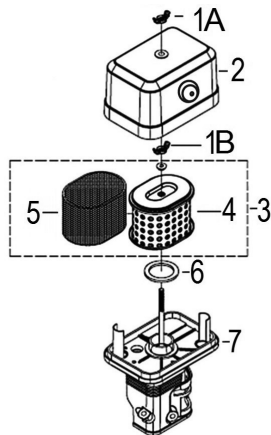

Рис. 21 Обслуживание воздушного фильтра
1. Открутите барашковую гайку 1А и снимите крышку 2 воздушного фильтра (Рис. 21).
2. Открутите барашковую гайку 1В и извлеките из корпуса воздушный фильтр 3 в сборе (Рис. 21).
3. Проверьте целостность и чистоту фильтрующих элементов. Поролоновый (предварительный) фильтрующий элемент 5 установлен на корпусе бумажного фильтрующего элемента 4 (Рис. 21).
4. При незначительном загрязнении промойте поролоновый фильтрующий элемент 5 (Рис. 21) теплым мыльным раствором и просушите. Поврежденный или сильно загрязненный поролоновый фильтрующий элемент замените.
5. Произведите очистку корпуса 7 и крышки 2 воздушного фильтра, не допуская попадания пыли и грязи в воздуховод, ведущий к карбюратору (Рис. 21).
7. Перед установкой воздушного фильтра убедитесь, что уплотнительное кольцо 6 воздушного фильтра находится в месте и не имеет повреждений (Рис. 21).